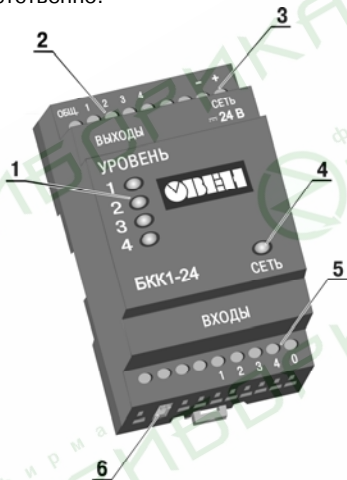
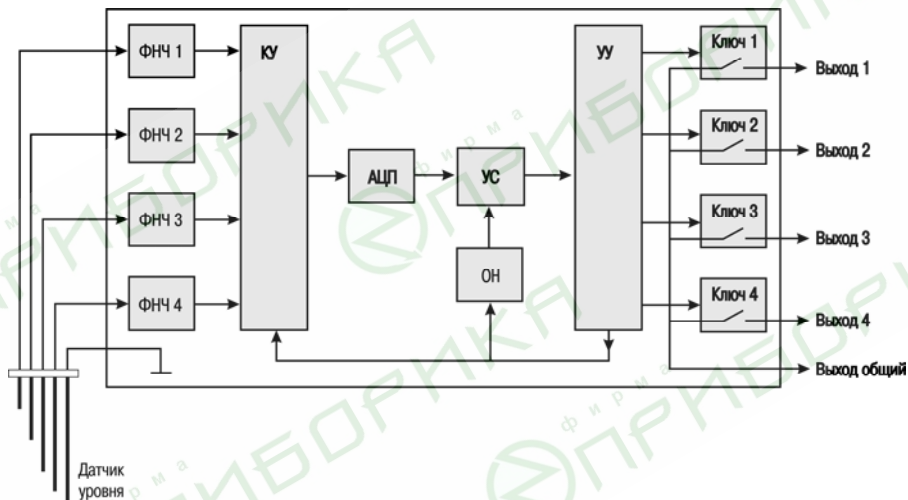

Рис. 3.1. Внешний вид БКК1-24
Рис. 3.4. Функциональная схема БКК1
3.1. Внешний вид модификаций блока БКК1-24 и БКК1-220 представлен на рис. 3.1 и 3.2, соответственно.
3.3. Функциональная схема БКК1 представлена на рис. 3.4. Датчик уровня подключается к входным фильтрам низких частот (ФНЧ). Далее через коммутационное устройство (КУ) сигнал поступает на аналого-цифровой преобразователь (АЦП). В устройстве сравнения (УС) происходит сравнение уровня оцифрованного сигнала датчика со значением уставки опорного напряжения (ОН). Значение уставки опорного напряжения выбирается DIP-переключателем 6 установки порога срабатывания (рис. 3.1, 3.2). Устройство управления (УУ) выполняет функцию выбора канала измерения датчика уровня и управлением соответствующим выходным ключом (Ключ 1, Ключ 2, Ключ 3, Ключ 4). Срабатывание выходного ключа происходит при контакте соответствующего сигнального электрода с
жидкостью. Параллельно со срабатыванием выходного ключа, засвечивается соответствующий светодиод 1 (см. рис. 3.1, 3.2).
- обеспечивать надежное экранирование сигнальных линий, при этом экраны следует электрически изолировать от внешнего оборудования на протяжении всей трассы и подсоединять к винтовому разъему блока 5 (рис. 3.1 и 3.2), клемме «Вход 0»; при отсутствии возможности изоляции по всей трассе экран подсоединяется к общей точке заземления системы, например, к заземленному контакту щита управления;
Внимание! Не рекомендуется объединять винтовой разъем блока 5 (рис. 3.1 и 3.2), клемма «Вход 0» с заземляющими линиями.